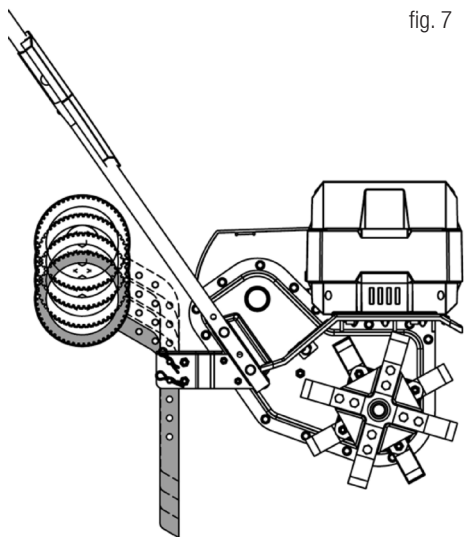

fig. 7
2. Les roues de support peuvent être tournées, vous pouvez donc utiliser le tirage réglable, veuillez ajuster la profondeur avant de travailler. fig. 7.
Pour placer les roues en position de travail, retirez les goupilles et les goupilles et les retourner comme indiqué sur la fig. 7. Repositionnez ensuite les boulons à la hauteur de travail souhaitée et fixez-les avec les goupilles.